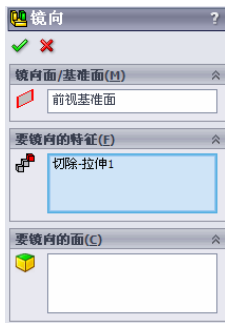

图 5-178 “镜向”属性管理器
⑨ 镜像实体。选择菜单栏中的“插入”→“阵列/镜向”→“镜向”命令，或者单击“特征”工具栏中的“镜向”图标按钮，此时系统弹出如图 5-178 所示的“镜向”属性管理器。在“镜向面/基准面”一栏中，用鼠标选择“FeatureManager 设计树”中的“前视基准面”；在“要镜向的特征”一栏中，用鼠标选择“FeatureManager 设计树”中的“切除-拉伸 1”，即第 ⑦ 步拉伸切除的实体。单击属性管理器中的“确定”图标按钮，完成镜